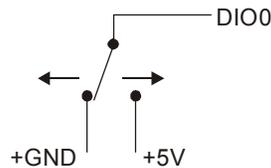

Abb. 3-10. Erkennung der Schalterstellung durch den digitalen Kanal DIO0
Wenn die digitalen Anschlüsse als Eingang konfiguriert sind, kann der Zustand der TTL-Eingänge über die digitalen E/A-Anschlüsse des RedLab TEMP überwacht werden. In Abbildung 3-10 finden Sie eine schematische Darstellung. Wenn Sie den Schalter auf den +5V-Eingang legen, liest DIO0 *WAHR* (1). Wird der Schalter auf GND gestellt, liest DIO0 *FALSCH* (0).